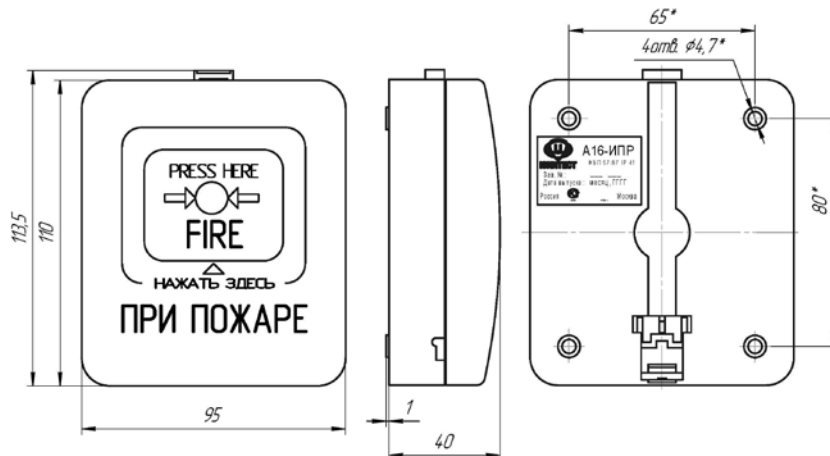
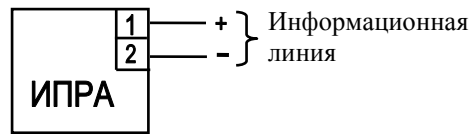

Рис.1. Габаритные и установочные размеры извещателя.
Рис. 2. Назначение клемм извещателя.
6.1.2. Габаритные и установочные размеры представлены на рис.1, назначение клемм на рис.2.